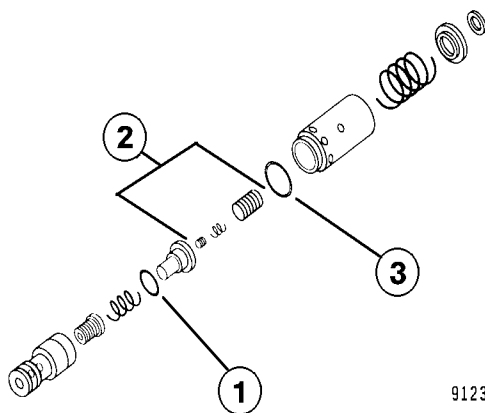

FIGURA 6-4. CONJUNTO DE LA VÁLVULA DE SUCCIÓN E IMPACTO
NOTA: La válvula amplificadora de flujo está equipada con dos válvulas de succión e impacto idénticas, a las que solo se les realiza el mantenimiento como conjuntos de válvulas completos. Solo las juntas tóricas (7, Figura 6-4) y (8) se pueden reemplazar. La válvula de retención (34) y la de contrapresión (39), también se les debe realizar el mantenimiento solo como conjuntos.